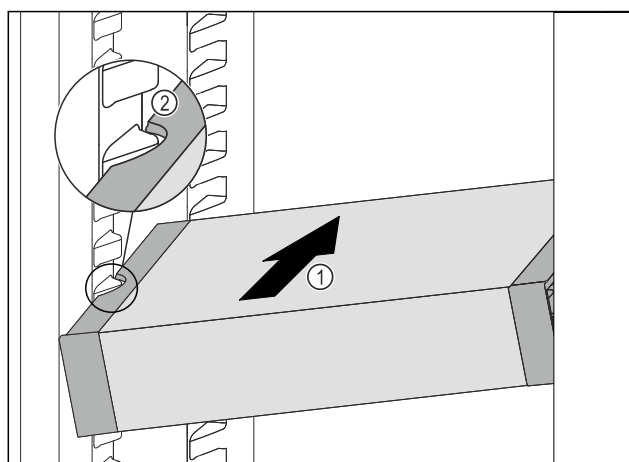

Fig. 99
- ▶ VarioSafe skjuts in snett i kyldelen *Fig. 99 (1)*, tills sidofördjupningarna *Fig. 99 (2)* hos VarioSafe är i samma nivå som behållarlisterna i kyldelen.